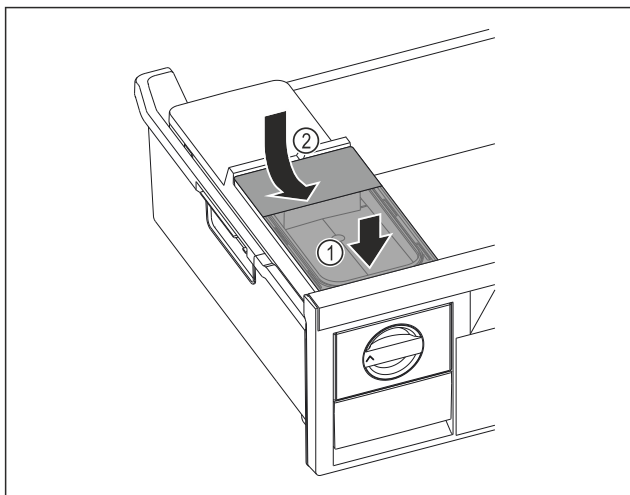

Fig. 76
- Nádržku na vodu nasadíte vpred. Fig. 76 (1)
► Nádržka na vodu spustíte vzadu. Fig. 76 (2)